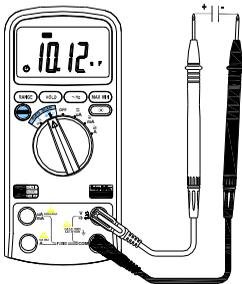

Abb. 3-6. Kapazitätsmessung
Die Kapazität ist eine Fähigkeit des Elementes, die elektrische Ladung zu speichern. Die Einheit der Kapazität ist das Farad (F). Die meisten Kondensatoren haben eine Kapazität in Nanofarad bis Mikrofarad. Das Messgerät misst die Kapazität, indem es den Kondensator mit einem bekannten Strom innerhalb des bestimmten Zeitraums auflädt und die Spannung misst, dann berechnet das Gerät die Kapazität. Die Messung dauert ca. 1 Sek. für jeden Bereich. Um die Kapazität zu messen (vor der Messung stellen Sie das Messgerät laut Abb. 3-6 ein):